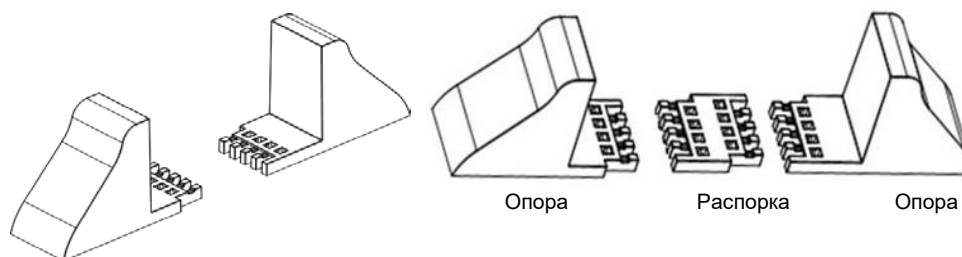

Рис.2-1 Монтаж опор и распорок
- 1) Расположите опоры и распорки, а затем смонтируйте распорку и опорные основания, как показано на рис.2-1.